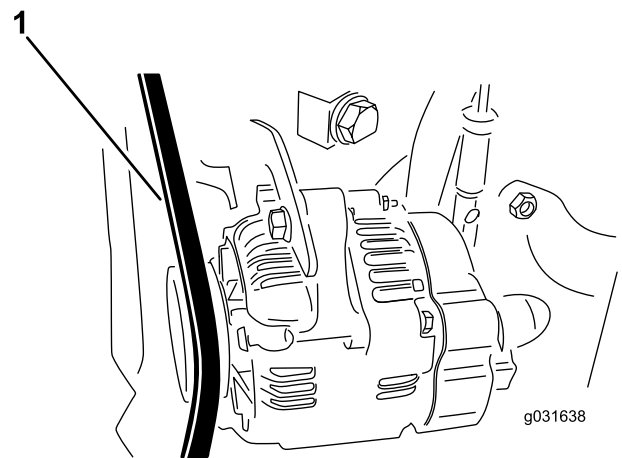

Figura 59
2. Aplique una fuerza de 30 N a la correa del alternador, en el punto intermedio entre las poleas (Figura 59).